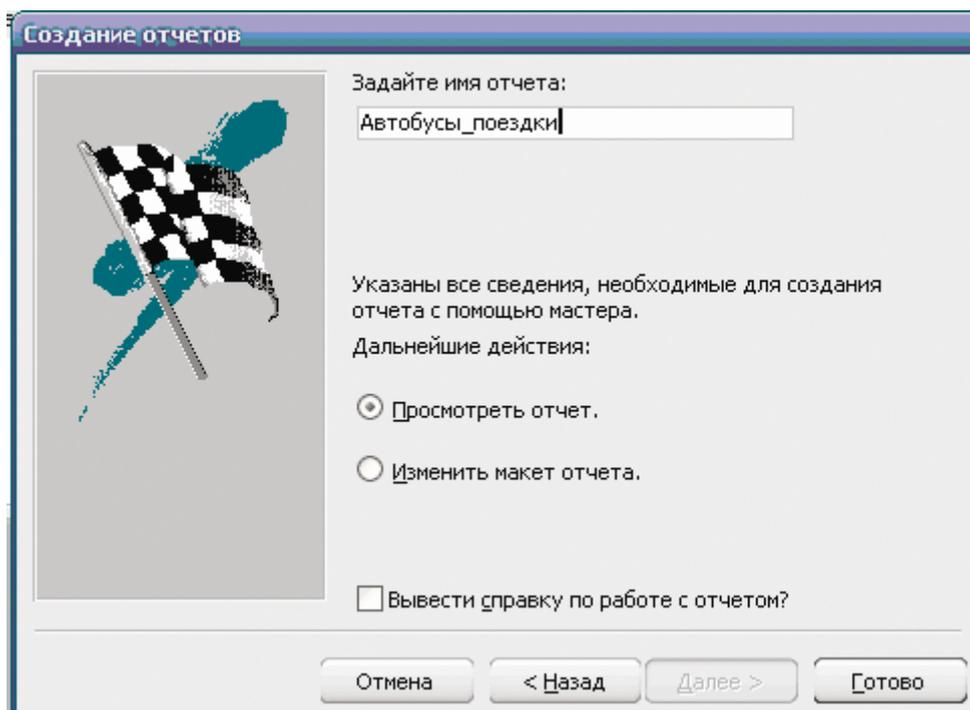

Рис. 41– Диалоговое окно *Создание отчетов* – задание имени отчета
14. Выполнить щелчок левой клавишей по кнопке . На экране появится диалоговое окно задания имени отчета (рис. 41).
3. Выбрать созданный отчет **Автобусы\_Поездки**, в строке меню выбрать команду  **Конструктор** и щелкнуть левой клавишей мыши. На экране появится диалоговое окно **Автобусы\_Поездки: отчет** (рис. 41).